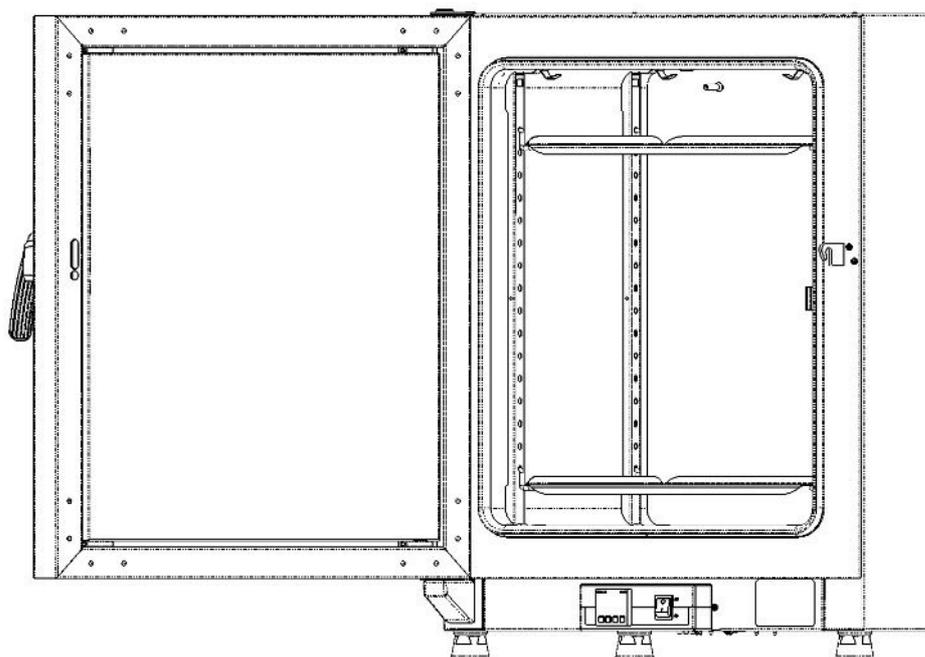

Figure 10-1. Remplacement du joint de la porte
2. Positionner la feuillure du nouveau joint à l'endroit indiqué par la flèche sur Figure 10-1 ci-dessus, en commençant du côté de la charnière.